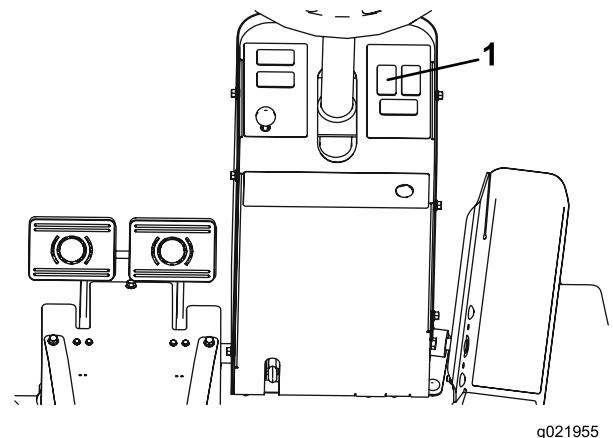

Figure 2
2. En passant sous le panneau de commande de la tour de direction, poussez l'obturateur hors du trou, comme montré à la Figure 2.